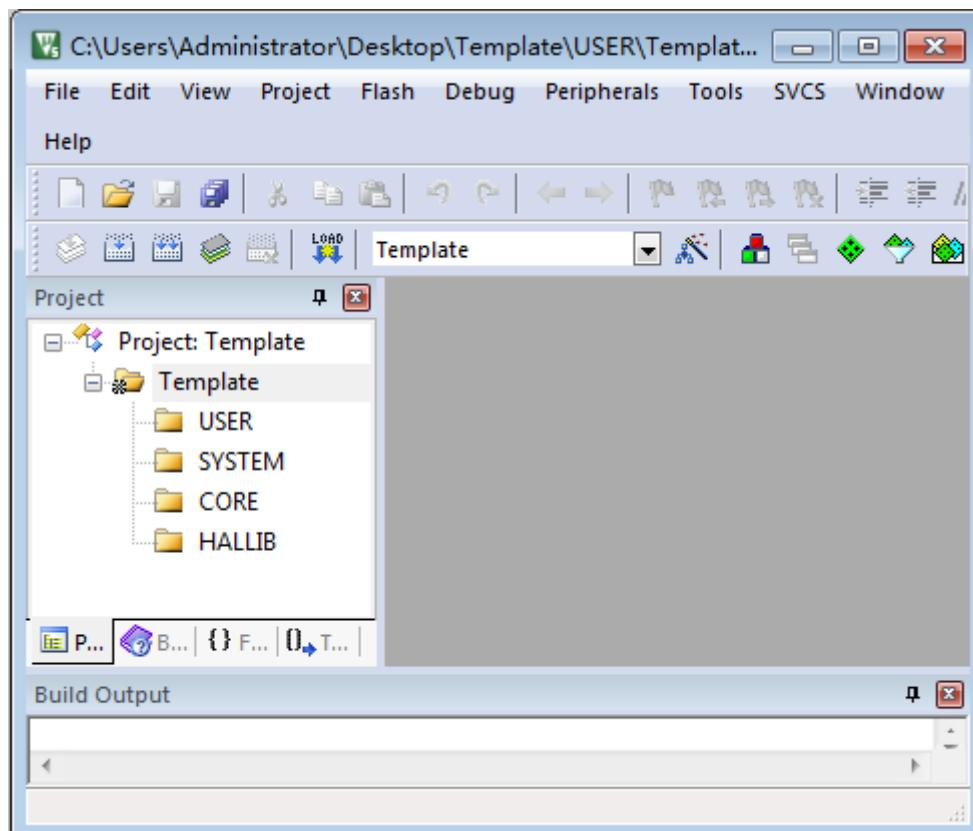

图 3.3.1.16 查看工程 Group 情况
10) 下面我们往 Group 里面添加我们需要的文件。我们按照步骤 9 的方法，右键点击点击 Tempate，选择 Manage Project Items.然后选择需要添加文件的 Group，这里第一步我们选择 HALLIB，然后点击右边的 Add Files,定位到我们刚才建立的目录\HALLIB\Src 下面，将里面所有的文件选中(Ctrl+A)，然后点击 Add，然后 Close.可以看到 Files 列表下面包含我们添加的文件，如下图 3.3.1.17。这里需要说明一下，对于我们写代码，如果我们只用到了其中的某个外设，